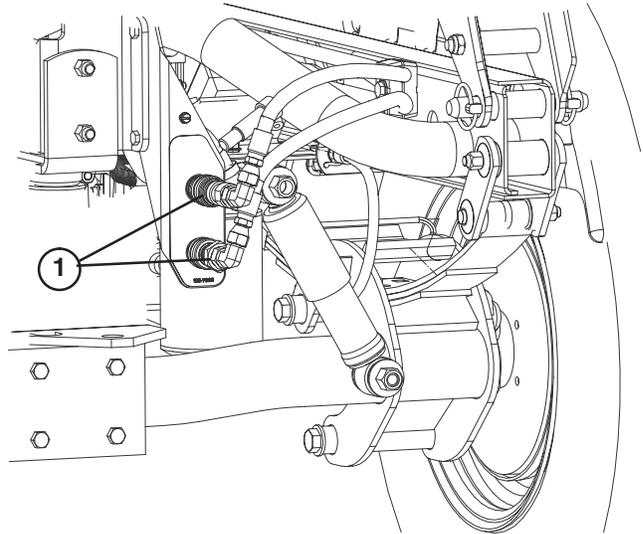

Figure 72
- Sur les deux véhicules, débranchez les deux flexibles à raccords rapides des flexibles fixés au support de raccord (Fig. 72).